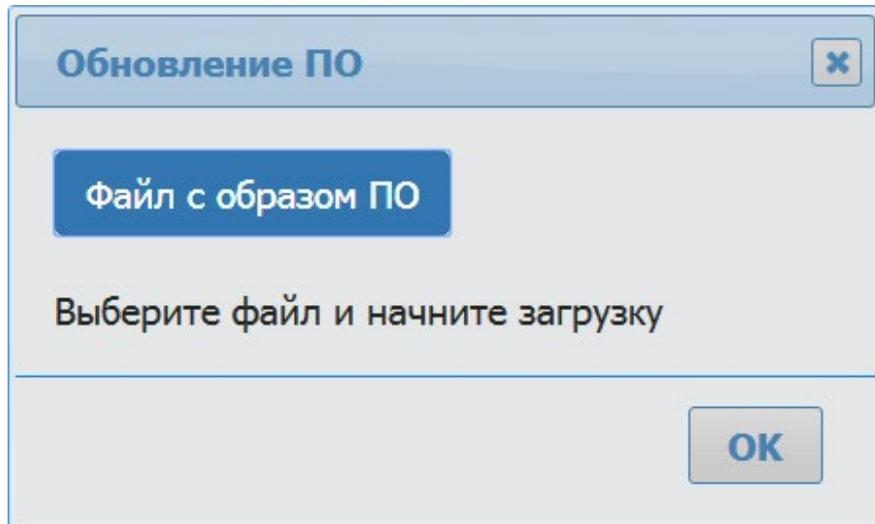

Рисунок 15. Окно выбора файла обновления
6. Загрузить ПО — позволяет загрузить новую версию программного обеспечения. Для этого необходимо нажать кнопку «Загрузить ПО», в открывшемся окне (Рисунок 15) нажать кнопку «Файл с образом ПО», выбрать требуемый файл и нажать кнопку «ОК». После загрузки нового программного обеспечения необходимо выполнить процедуру смены активной версии.